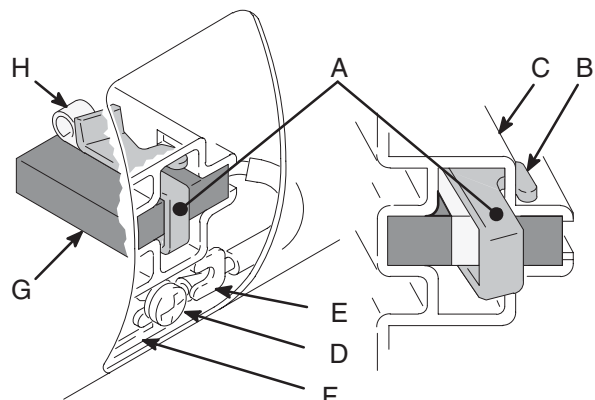

Fig. 8
4. Fig. 8. Tryk ind på 110816 fjederklemmen (A) for at frigøre dens kroge (B) fra kulholderen (C). Træk fjederklemmen ud.
5. Fig. 8. Løsn klemmeskruen (D). Træk kullenedingen (E) til side, og lad motorledningsklemmen (F) sidde på plads. Fjern kullet (G) og fjederen (H).
- Fig. 8. Skub kulleledningen (E) ind under skiven på klemmeskruen (D) og tilspænd skruen. Sørg for at motorledningen (F) stadig er tilsluttet ved skruen.